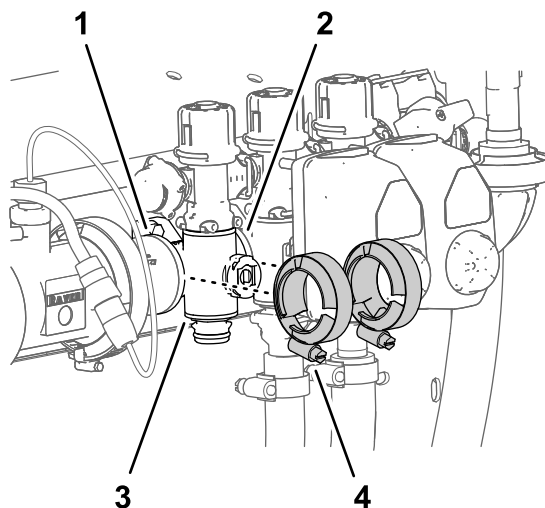

図 134
4. 個別boomマニホルドバルブの取り外し (ページ 79) で取り外したフランジクランプを、boomバルブマニホルドのフランジと、もう1つのboomバルブまたはカップリングアダプタのフランジの間に挿入する 図 134。
- フランジクランプ2個を手締めする 図 134。